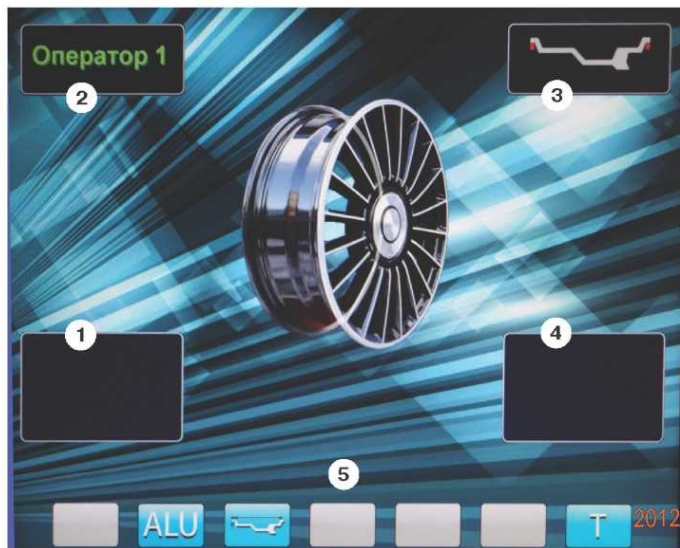
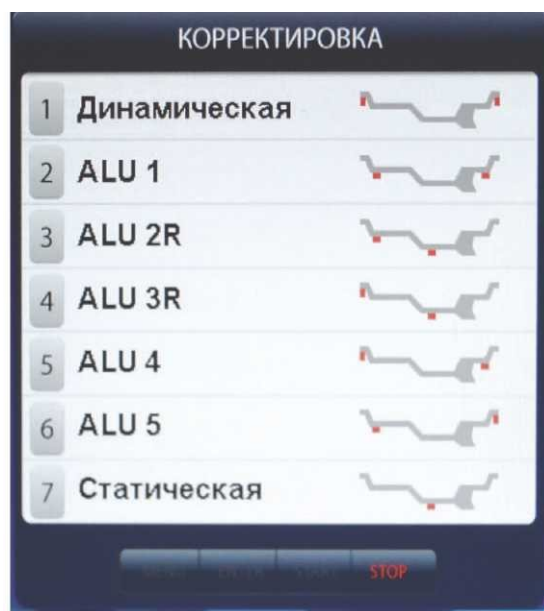

рис.8.2.
рис.11.3.
8.3. После включения питания СБ на экране монитора отображается фирменная заставка, которая через несколько секунд сменяется отображением экрана основного рабочего режима (рис. 8.2).
Для выбора схем расположения грузов в программах ALU1-ALU5 необходимо, находясь в режиме основного рабочего экрана, нажать кнопку «ALU», при этом открывается окно схем установки грузов, отмеченных номерами рис.11.3. Если после введения размеров колеса установился экран ввода геометрических параметров, необходимо перейти в экран основного рабочего режима нажатием кнопки «STOP». Для выбора нужной схемы нажмите кнопку верхнего ряда клавиатуры с соответствующим номером. Выбранная схема установки грузов отображается в окне 3 экрана основного рабочего режима (рис. 8.2).
12.2. При включении СБ программа измерения дисбаланса настраивается таким образом, что дисбаланс менее 8 г (заводская установка) на любой плоскости коррекции не показывается, в этом случае в окнах 1 и 4 (рис. 8.2) высвечиваются «ОК». Минимальный дисбаланс отображающийся в окнах 1 и 4 равен 8 г. Дисбаланс, превышающий 8г, округляется до величины кратной 5, т. е. дисбаланс 9, 10, 11 и 12 г отображается цифрой 10, дисбаланс 13, 14, 15, 16 и 17 г - цифрой 15 и т. д. Для просмотра неокругленного значения дисбаланса или дисбаланса менее 8г. необходимо нажать кнопку «<<», при этом в